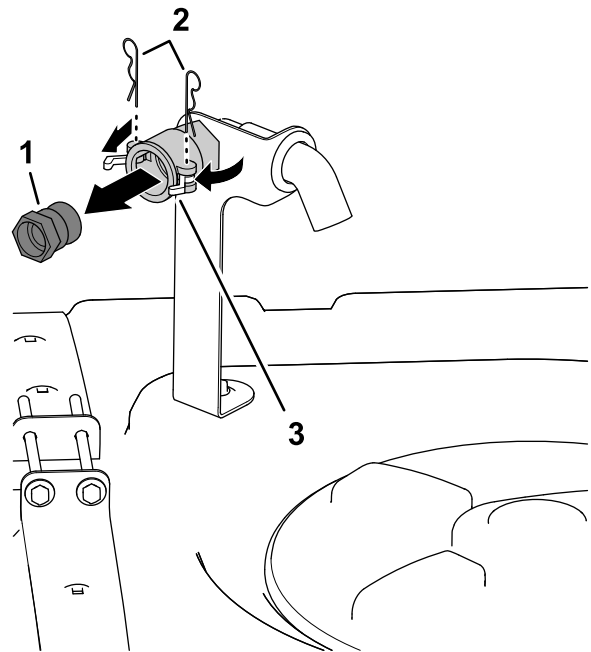

Figure 4
1. Sur le côté avant droit du couvercle de la cuve, enlevez les 2 goupilles fendues qui fixent les dispositifs de verrouillage du raccord rapide femelle pour l'embout de remplissage antisiphonnage (Figure 4).
2. Ouvrez les dispositifs de verrouillage pour déverrouiller le raccord rapide mâle du raccord rapide femelle (Figure 4).
3. Retirez le raccord rapide mâle du raccord rapide femelle (Figure 4).
4. Refermez les dispositifs de verrouillage et remettez les goupilles fendues dans les brides du raccord rapide femelle (Figure 4).